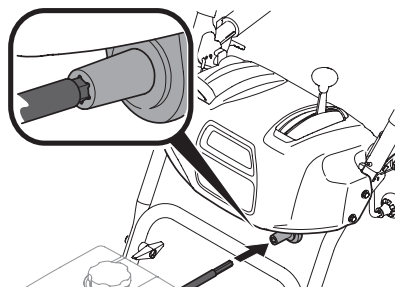

Figura 2-34
- Unidades con control del canal con manivela - Inserte el extremo hexagonal del eje flexible en el acoplamiento de la varilla de control del canal que está debajo del tablero de instrumentos. Consulte Figura 2-34.